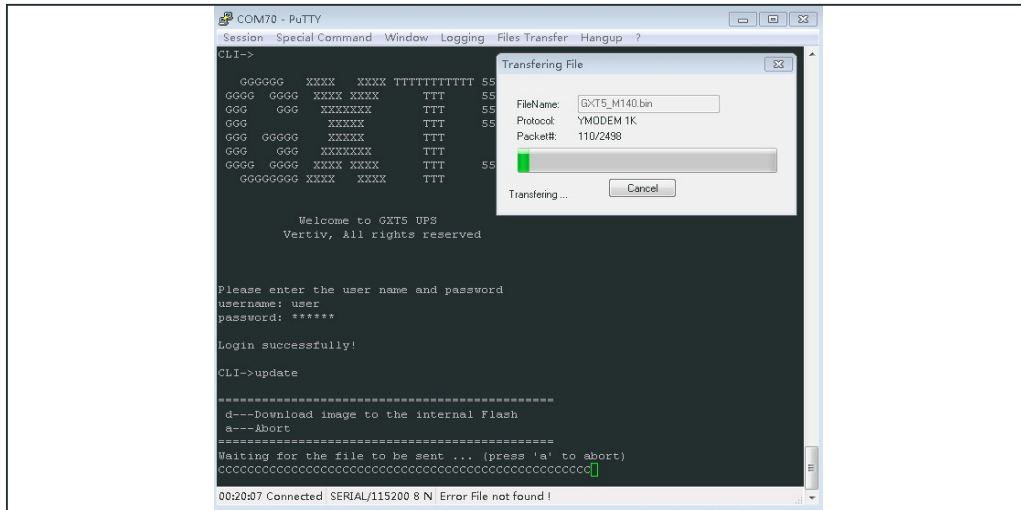

図 5-9 CLIのファイル転送
6. コマンドラインにupdateと入力し、キーボードのdを押します(図5-9参照)。